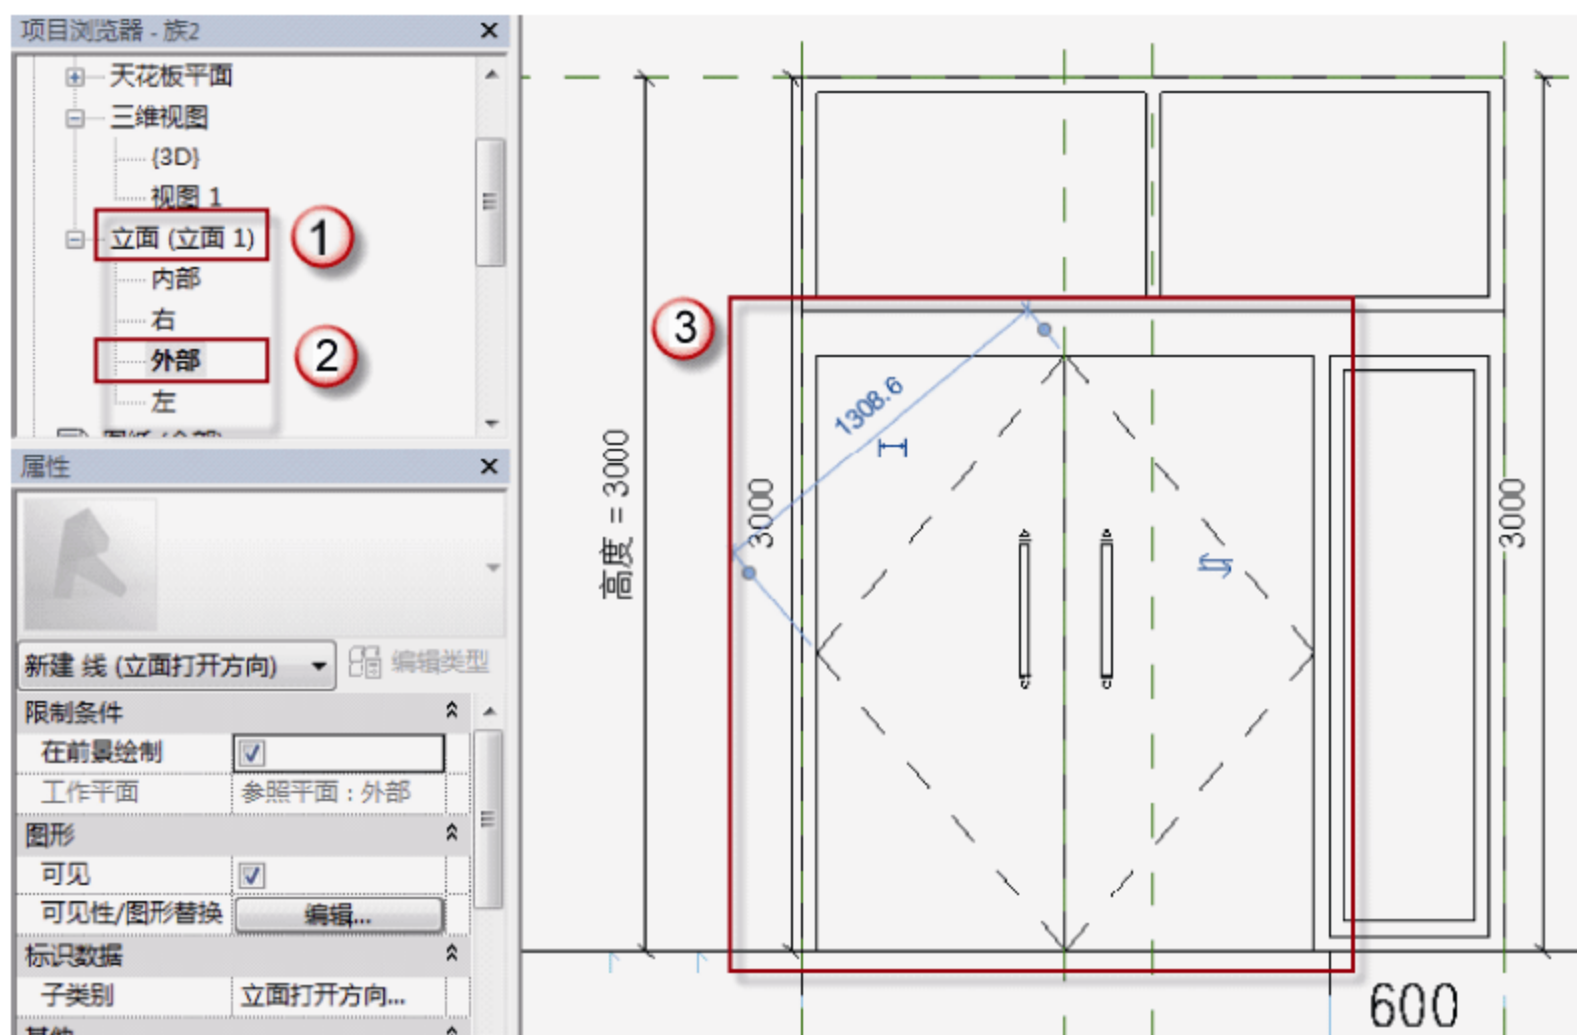

图 6.3.82 绘制 MC2934 的立面打开方向
(37) 绘制 MC2934 的立面打开方向。选择“项目浏览器”中的“立面（立面 1）”→“外部”选项，进入门的外部立面视图。选择“注释”→“符号线”命令，将“子类别”改为“立面打开方向（投影）”，绘制如图 6.3.82 所示门的“打开方向”符号线。